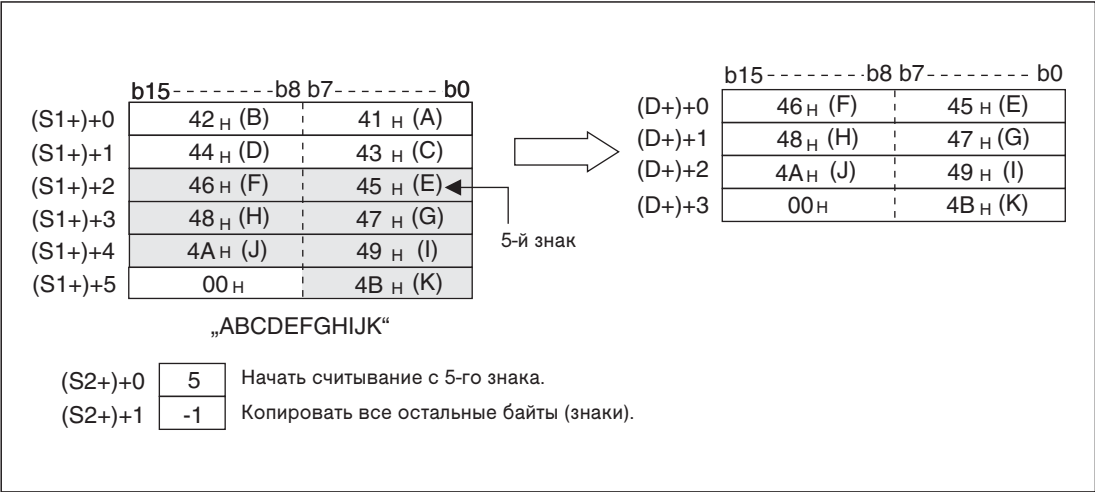

Рис. 7-233: Если в $((S2+)+1)$ введено значение „-1“, копируются все остальные знаки строковой величины.
- ((S2+)+1) содержит количество байтов (знаков), которое требуется скопировать. Если здесь введено значение „0”, команда MIDR не выполняется. При значении „–1”, начиная с первого указанного знака, копируются все остальные знаки строковой величины, хранящейся по адресу начиная с (S1+) (см. рис. 7-233).